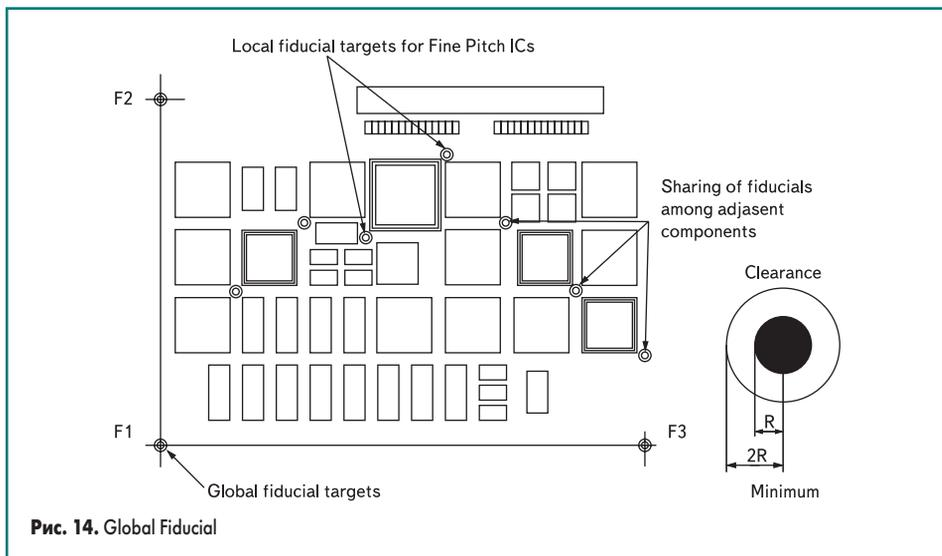

Рис. 14. Global Fiducial
14. Стандарт IPC-7351(L) требует установки на печатной плате трех позиционных меток **Global Fiducials** с радиусом от 1 до 3 мм со стороны установки элементов (рис. 14). Данные метки могут использоваться в технологических целях. В дальнейшем мы будем ориентироваться на двухсторонний монтаж, поэтому нам нужно установить 3 метки на слое **TOP** и 3 метки на слое **Bottom**, и сделать зону запрета трассировки и размещения элементов возле этих меток. Данные метки должны быть установлены после трассировки в свободных местах. Поэтому мы установим за пределами платы в левом нижнем углу заготовку такой метки, которую потом скопируем и разместим после трассировки платы в свободных местах.